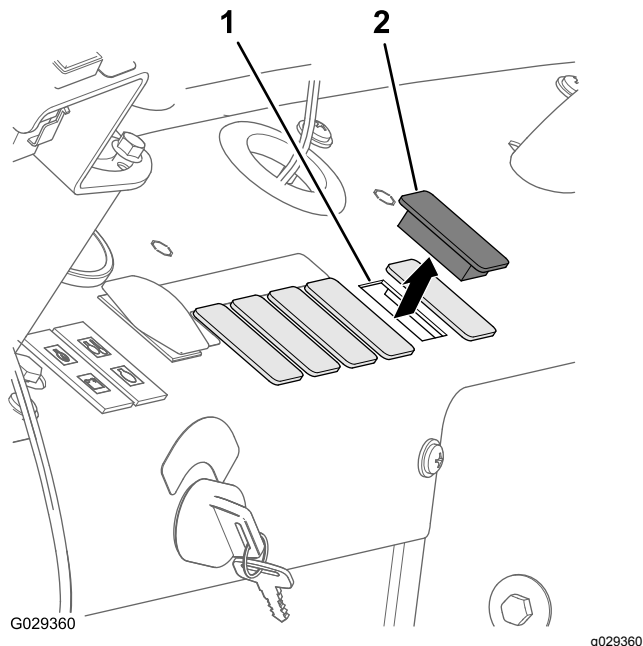
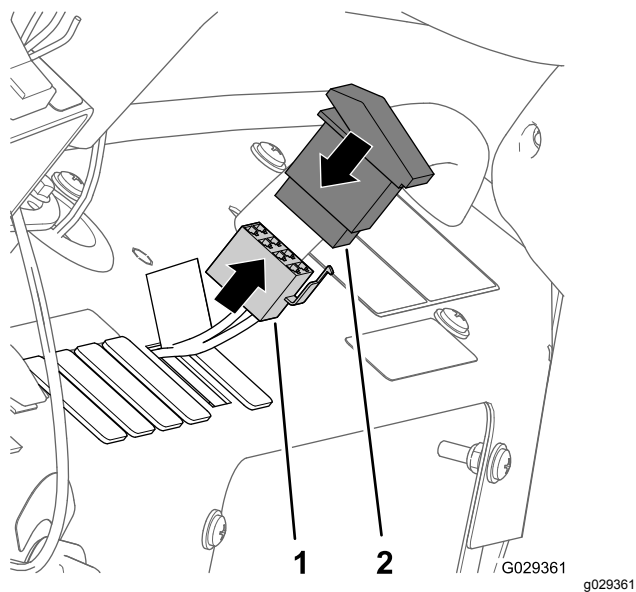

図 210
図 211
プラグを打ち抜いて外す 図 210。
2ポジション・ロッカースイッチの裏側にあるピン 図 211 に接続するコンプレッサ ON/OFF スイッチ。
3. ダッシュパネルにスイッチを組み込む。パネルの開口部にスイッチがパチンとはまるまで完全に押し込むこと (図 210 と 図 211)。